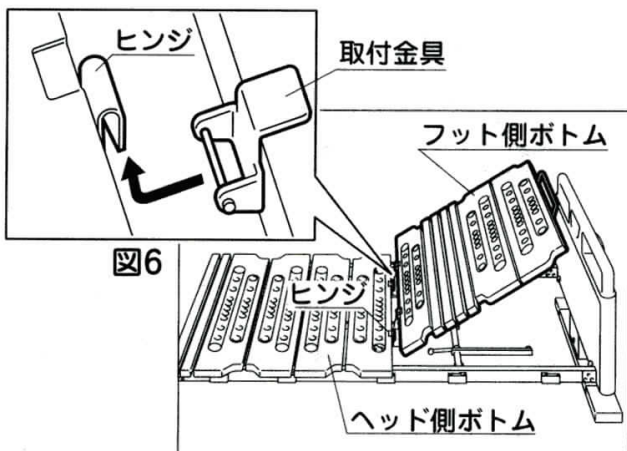

図5
- ④フット側ボトムを表にする。
- (5) フット側ボトムを斜めにする。図5